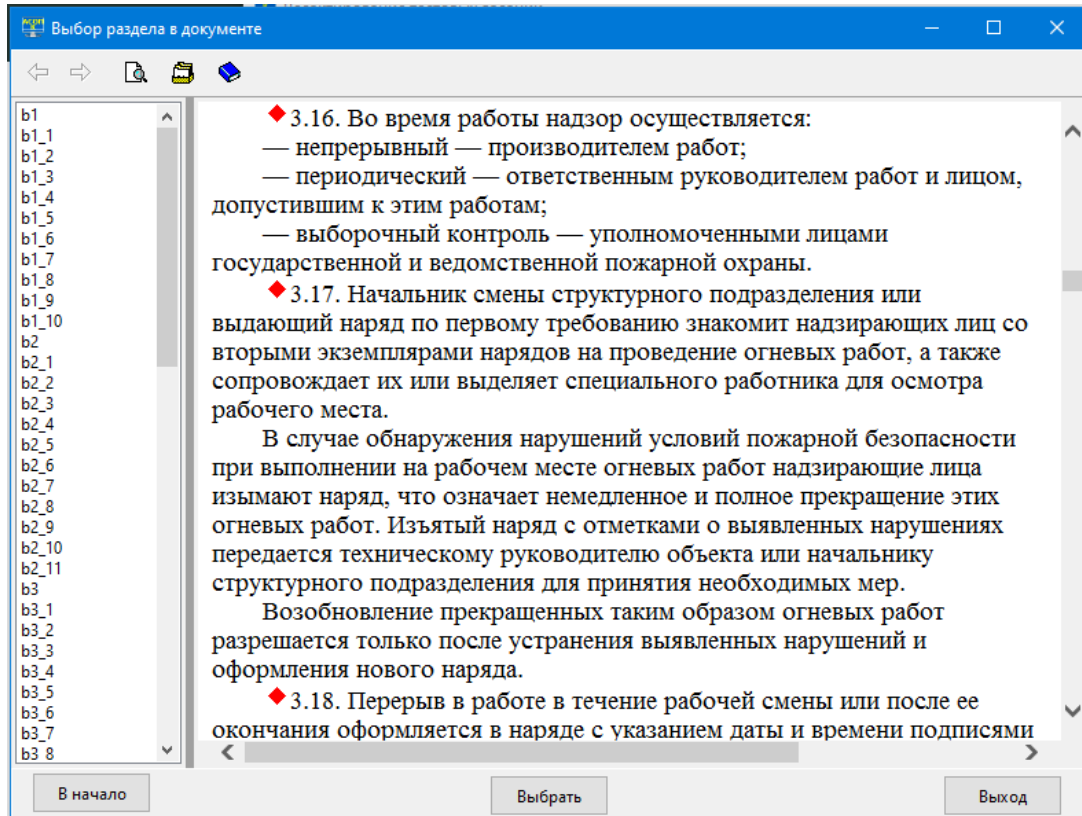

Рисунок 3.16 Форма для выбора раздела в документе
- кнопку «Подключить документ» , позволяющую найти в библиотеке нужный документ и занести в текстовое поле относительный адрес раздела этого документа, относящегося к текущему ТЗ; эта кнопка становится активной только при условии, что строка сетки находится в режиме редактирования; при нажатии на кнопку сначала появляется стандартная форма Windows «Выбор файла» (см. Рисунок 3.6), а затем, после выбора файла, содержащего требуемый раздел, форма Рисунок 3.16, на которой в левой части представлены закладки, связанные с разделами документа; необходимо выбрать нужную закладку и нажать кнопку «Выбрать», после чего адрес раздела в документе заносится в поле «Адрес документа»;
- текстовое поле «Адрес документа» недоступно для прямого редактирования и может быть заполнено путём копирования фактического адреса из файловой системы с помощью кнопки «Подключить документ» ; при нажатии на кнопку сначала появляется стандартная форма Windows «Выбор файла» (см. Рисунок 3.6), а затем, после выбора файла, содержащего требуемый раздел, форма Рисунок 3.16, на которой в левой части представлены закладки, связанные с разделами документа; необходимо выбрать нужную закладку и нажать кнопку «Выбрать», после чего адрес раздела в документе заносится в поле «Адрес документа»;